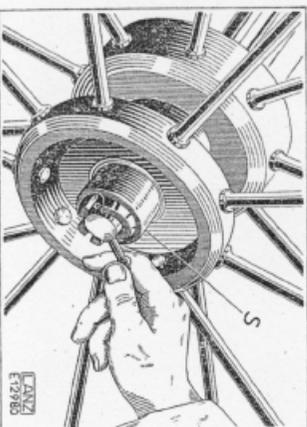

Bild 2. Stoßscheibe aufsetzen.
- c) Stoßscheibe „s“ (Bild 2) auf Achse schieben und versplinten. Die Stoßscheiben sind mit verschiedenen hohen Kerben versehen, um seitliche Abnutzungen auszugleichen zu können.